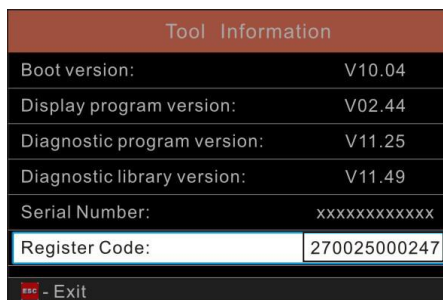

Figura 7-5
8. Questo è il numero del codice di registro per l'inserimento nel passaggio 4 (Figura 7-5).